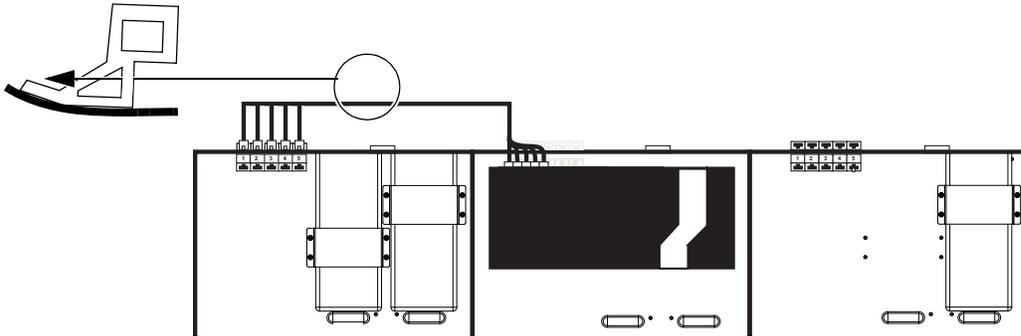

図 18. 最初のケーブル・セットを最初（左端）のシャーシの Ethernet 端末ポートにつなぐ
- 3 ケーブル・セットをリア・パネル・ブラケット下部にある三角形のケーブル・ガイドに通し、もっとも離れたシャーシ（左端または右端）まで伸ばします（図 18を参照）。（シャーシ4つ以上の幅のシステムの場合は、46ページの「大規模構成にケーブル・セットを設置する」を参照してください。）